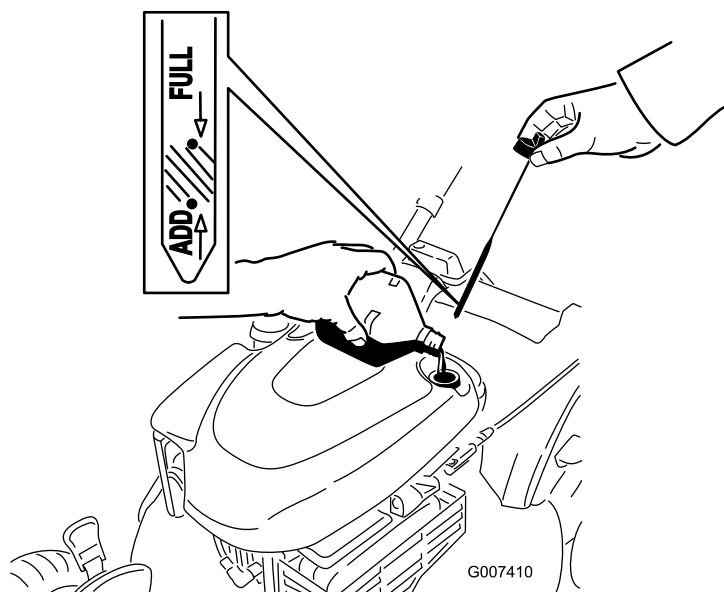

Figura 7
2. Retire la varilla (Figura 7) y vierta aproximadamente tres cuartas partes de la capacidad total del cárter por el tubo de llenado de aceite.
5. Retire la varilla y compruebe el nivel de aceite en la varilla; consulte Figura 7.
nivel del aceite sea correcto, según se muestra en Figura 7.